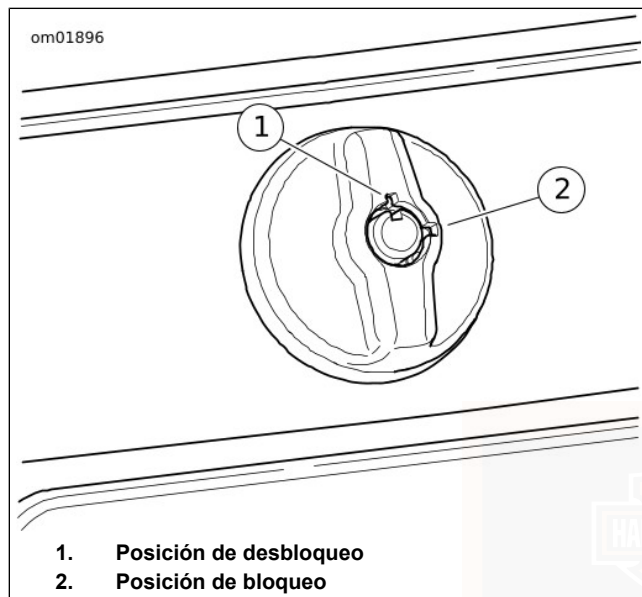

Figura 34. Cerradura del portaequipajes
1. Vea Figura 34. Para desbloquear el portaequipajes, inserte la llave dentro de la cerradura de cilindro y gírela un cuarto de vuelta hacia la izquierda. Retire la llave.